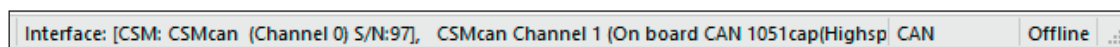

Abb. 5-15: Statusleiste: Schnittstelle „CAN-Interface“
- ☞ Wenn in der Statuszeile des Programmfensters ein Interface angezeigt wird (Abb. 5-15), fahren Sie fort mit Kapitel 5.4.3.4 „Neue Konfigurationsdatei anlegen“.